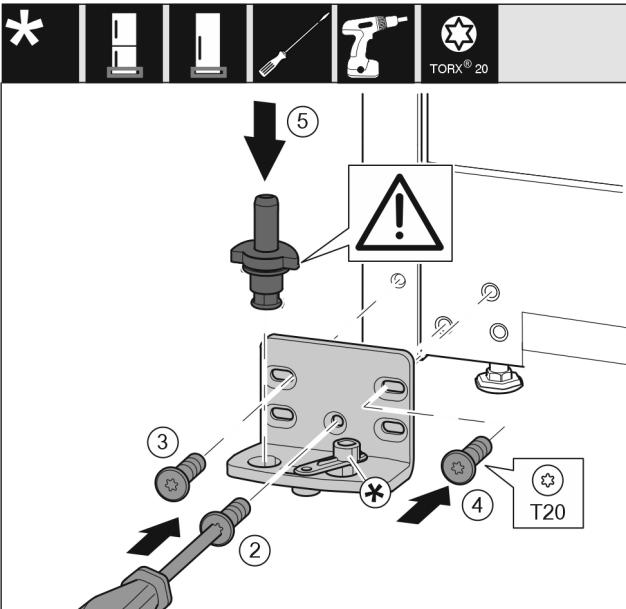

Fig. 16
- ▶ Postavite podložak ležaja na drugu stranu i pritegnite ga odvijačem. Započnite s vijkom Fig. 16 (2) dolje u sredini.
- ▶ Pritegnite vijke Fig. 16 (3) i vijke Fig. 16 (4).
- ▶ Potpuno umetnите podložak ležaja Fig. 16 (5). Pritom se pobrinite za to da je uskočna izbočina okrenuta prema natrag.